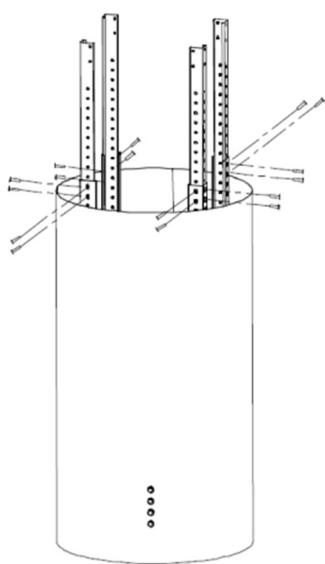

Рис.2
4. Прикрепите регулировочные планки (4 шт.) к корпусу вытяжки, используя до этого винты M4\*8 (16 шт.) (Рис.2). Отрегулируйте высоту расположения прибора, как вам необходимо.